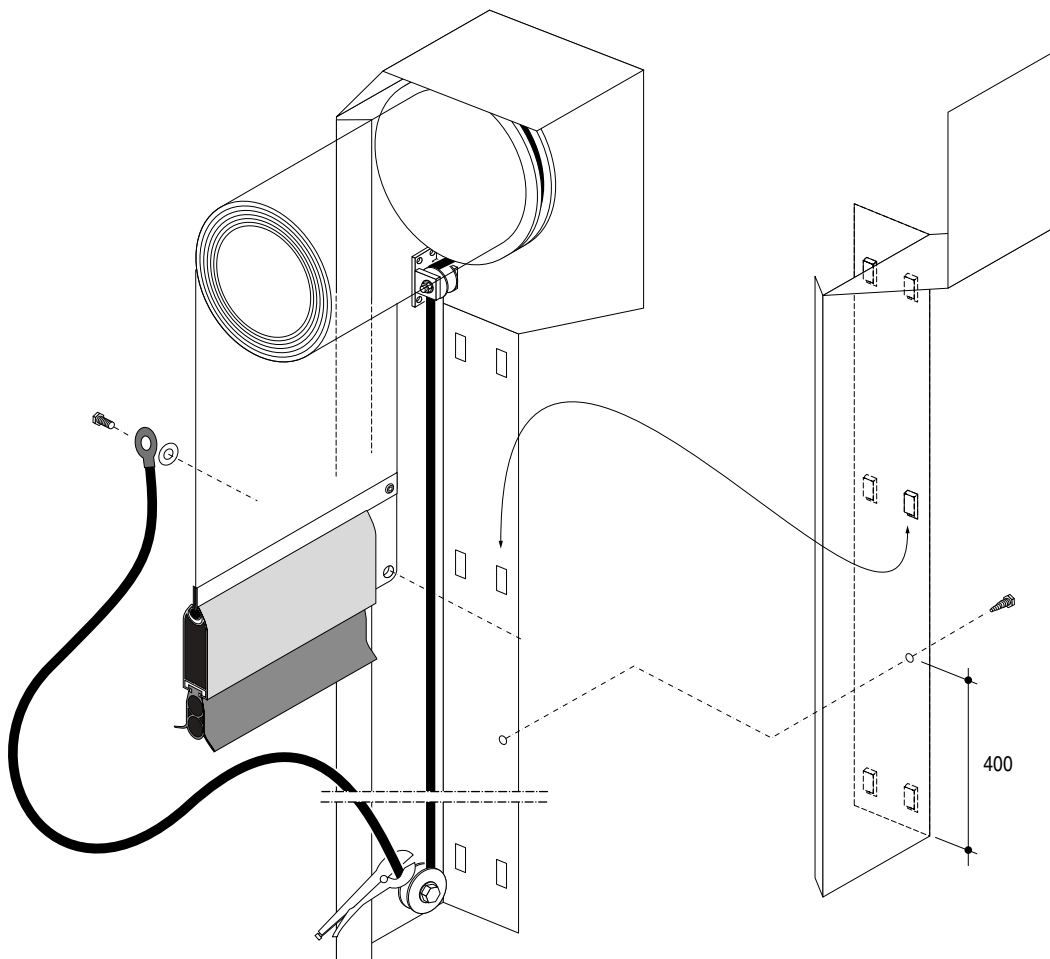

figure 2.4.1
2.4 Montage du système de tension (suivant modèle) figure2.4.1